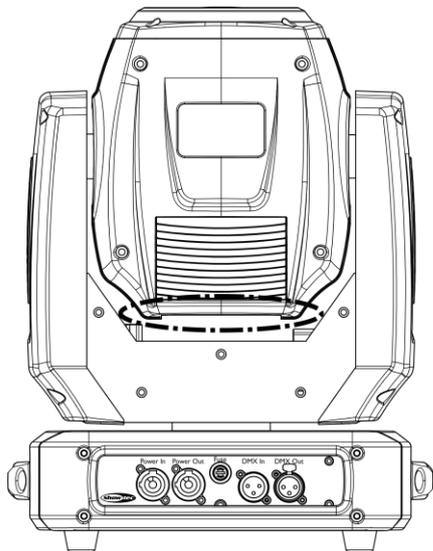

Fig. 03
- 02) Retirez les 4 vis du boîtier de la lampe, à l'arrière de la tête mobile (fig. 03).